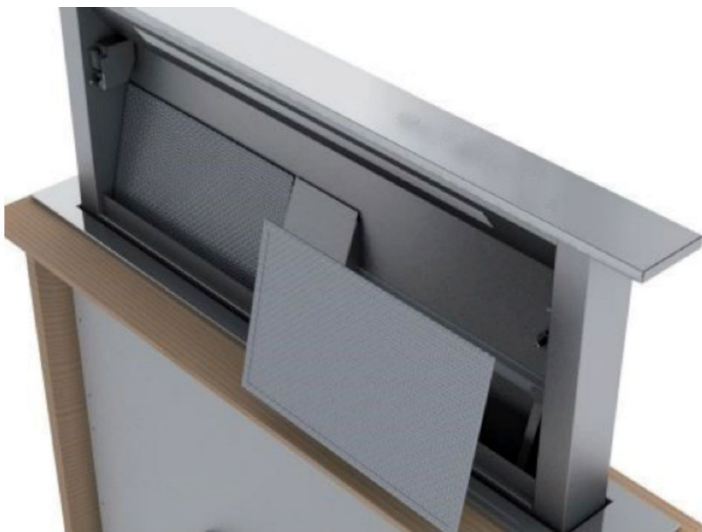

Fig. 28
- Fjern fedtfiltrene for at få adgang til kulfiltrene (fig. 28).